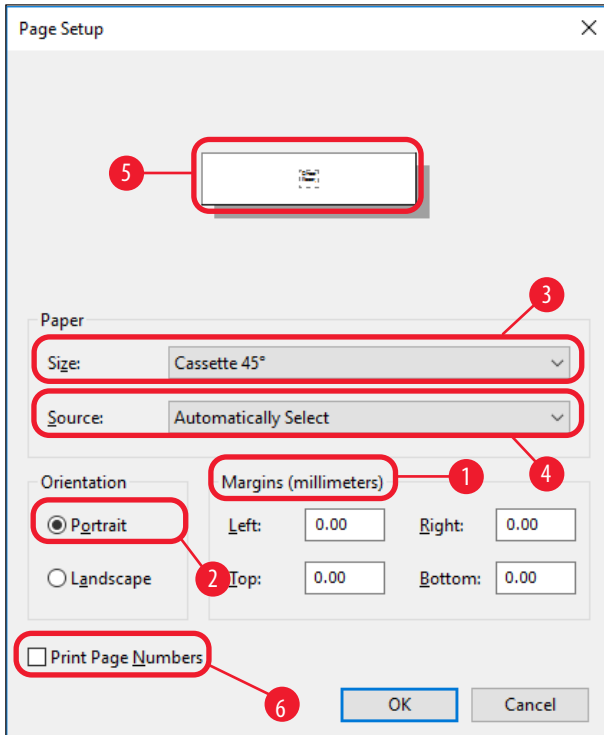

图 46
3. 首先必须选择页面设置：单击 **File** (文件) > **Page Setup** (页面设置) 打开 **Page Setup** (页面设置) 对话框 (→"图 46")。